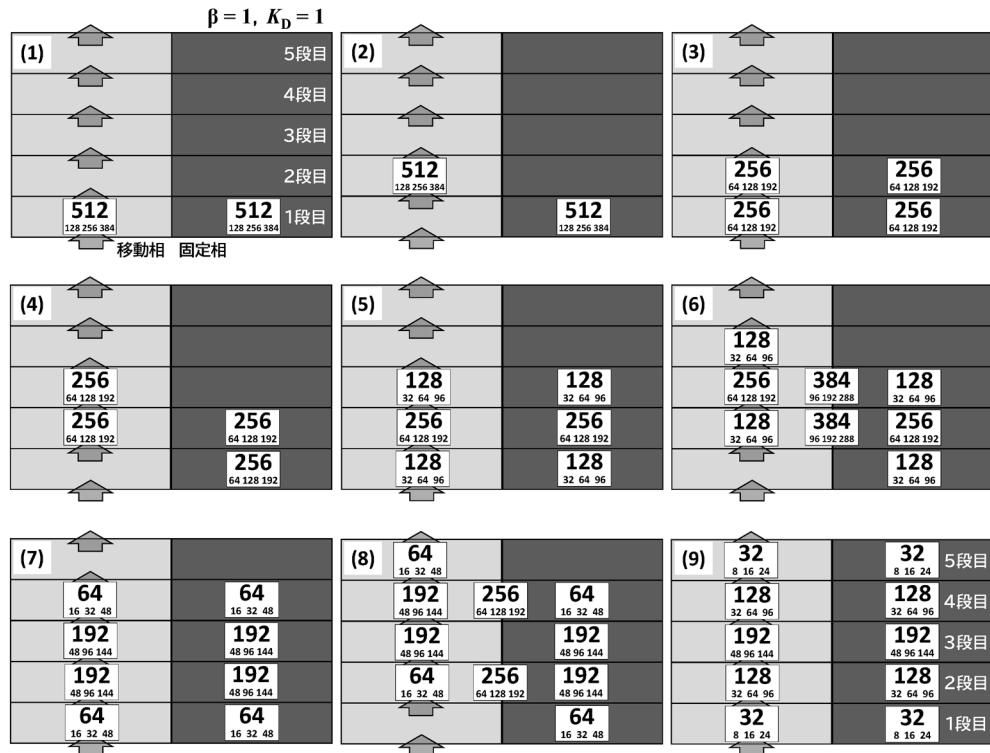

図 8 溶質の移動に伴うカードの配置変化 ($\beta=K_D=1$)⁵⁾
図 8 に $\beta=K_D=1$ におけるカラム内での物質量分布を 5 段目までシミュレーションした結果を示す。この場合、平衡時は移動相と固定相が同じ濃度になるように物質量を決めるが、両相の体積が同じなので両相が同じ物質量になるようにカードを並べる。まず、1 段目では両相に「1024」の 1/2 である「512」のカードをそれぞれ置く（図 8(1)）。移動相内のカードだけを 2 段目に移動させ（同(2)）、各段でそれぞれ「512」の 1/2 である「256」のカードを両相に置く（同(3)）。次に、移動相内にある 2 枚のカードを次段にそれぞれ移動させ（同
(4)), 各段で段内合計値の 1/2 数のカードをそれぞれ両相に置く (同(5))。続いて、移動相内にある 3 枚のカードを次段にそれぞれ移動させ、2 および 3 段目は段の合計値に相当するカードをそれぞれ置いた後 (同(6)), 段内合計値の 1/2 数のカードを両相にそれぞれ置く (同(7))。最後に、移動相内にある 3 枚のカードを次段にそれぞれ移動させた後、2 および 4 段目は段の合計値に相当するカードをそれぞれ置き (同(8)), 合計値の 1/2 数のカードを両相にそれぞれ置く (同(9))。このシミュレーションでは、移動相と固定相に存在する溶質の物質量比から保持係数 (k) が求められる。また、移動相はカラム内では 1 段目から 5 段目まで 4 段移動していることになり、溶質は最も物質量が多い段数まで移動したとして、移動率 (カラム内での移動相の移動距離に対する溶質の移動距離比, R) が推算できる。例えば $\beta=K_D=1$ (図 8(9)) の場合、両相の物質量比から $k=1$ となる。また、移動相は 1 段目から 5 段目まで 4 段移動しているのに対し、溶質は 1 段目から最も物質量が多い 3 段目まで 2 段移動しているとして $R=2/4=1/2$ となる。